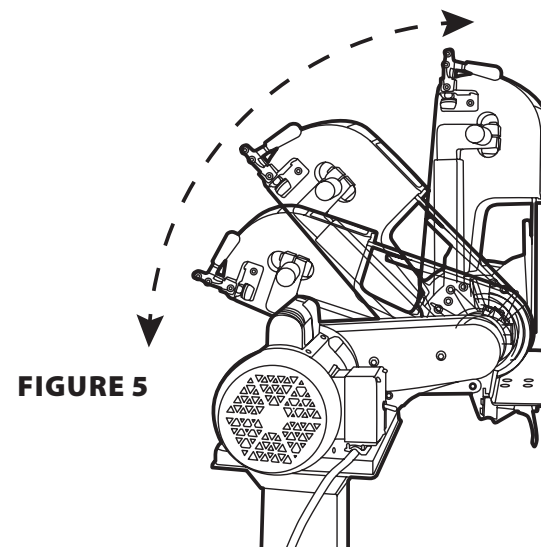

FIGURE 5
4. Desserrer ensuite le boulon de garde de la roue de contact à l'aide d'une clé Allen de 3/16 po. La machine peut alors être ajustée aux positions se trouvant entre la verticale et l'horizontale (Figure 5), en faisant pivoter la machine et en serrant. Prendre soin de ne pas serrer en excès les vis Allen. De